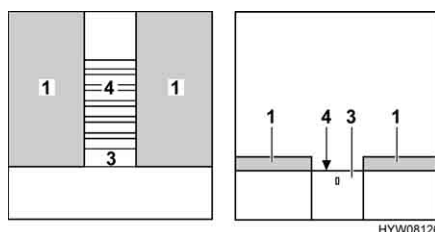

Bild 87 Under ombyggnaden
- Drag ut ribbotten (Bild 87,4) helt. Dra i utdragningsanordningen (Bild 87,3).